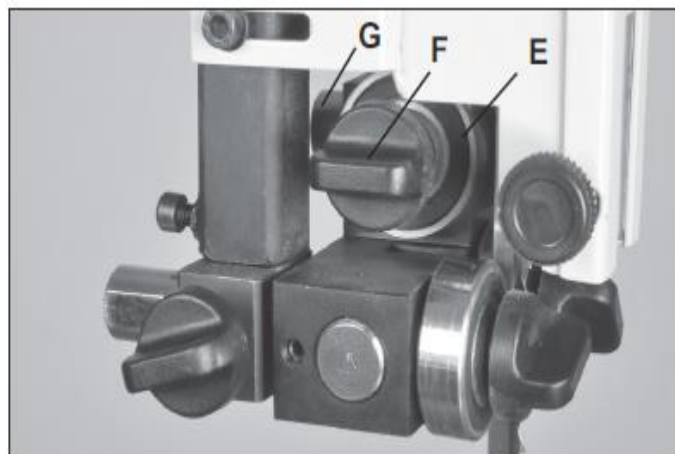

Рис. 24
4. Отрегулируйте направляющую заднего подшипника (рис. 24, E) так, чтобы она находилась на достаточном расстоянии от задней части пильного диска. Отпустите фиксирующую ручку направляющей (#17С, F) и переместите заднюю направляющую по направлению к лезвию, нажав на конец вала задней направляющей (#27С, G). Когда закончите, затяните ручку. Рис. 24.